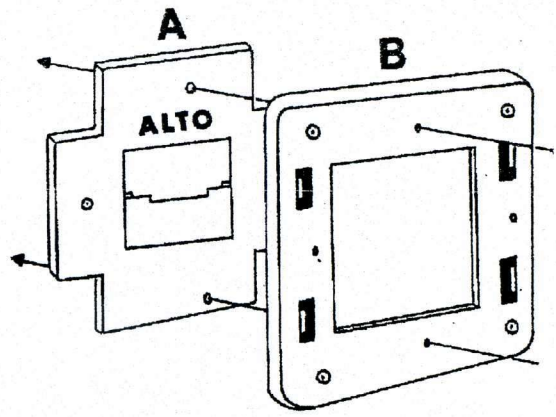

Fig. 1
- 1) Fissare con le viti la chiusura A alla flangia B; la chiusura A deve avere la scritta "ALTO" rivolta verso l'alto (Fig. 1), mentre la flangia B può assumere 4 orientamenti secondo le esigenze d'installazione.
- 1) Fix with screw the closing A to flange B; closing A must have the written "ALTO" (UP) turned up (Fig. 1).
- 1) Den Verschluss A an Flansch B festschrauben. Das Zeichen "ALTO" (OBEN) steht nach oben (Bild. 1).
- 1) Fixer le volet A à la plaque de pose B au moyen des vis; l'inscription "ALTO" (HAUT) du volet doit être placée vers le haut (Fig. 1).
- 1) Schroef afsluiter A op muurplaat B vast. Het teken "ALTO" (boven) wijst naar boven (Fig. 1)